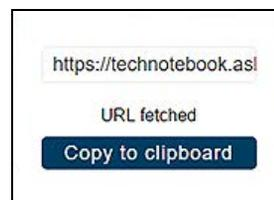

Figure 14-14
3. Sélectionnez **Copier dans le presse-papier** (Figure 14-14) dans la fenêtre pop-up.